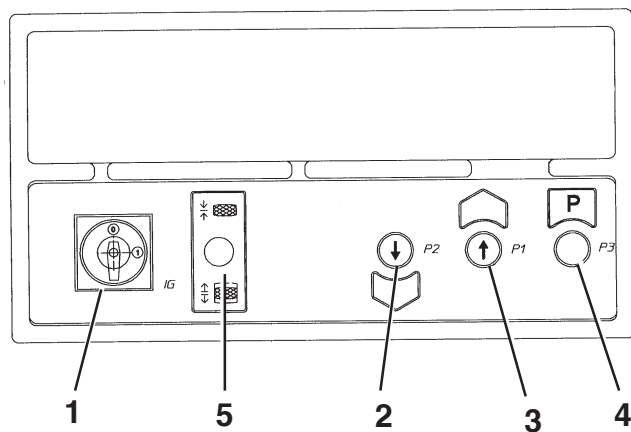

Fig. 40
5.5.2 SF635-640-650-660....2-2.55-3.46-5.55 (I)
Salita - (Rif. Fig. 40) Interruttore generale (1) in posizione 1. Premere il pulsante di salita (3) fino al raggiungimento dell'altezza voluta.
Up - (Ref Fig. 40) Main switch (1) in position 1.
Heben. (Zu Abb. 40). Hauptschalter (1) in Schaltstellung "1" setzen. Die Taste "Heben" (3) drücken, bis die gewünschte Höhe erreicht wird.
Montée. (Réf. Fig. 40) - Interrupteur principal (1) sur la position 1. Appuyer sur le bouton-poussoir de montée (3), jusqu'à obtention de la hauteur souhaitée.
Subida. (Ref. Fig. 40) Interruptor general (1) en posición 1.